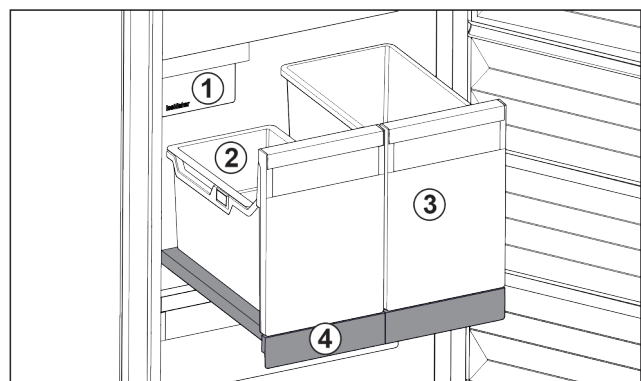

Fig. 103 Изтегляща се дъска с IceTower
Върху изтеглящата се дъска има два високи съда (IceTower). В съда Fig. 103 (2) се събират и съхраняват ледени кубчета от IceMaker. Съдът Fig. 103 (3) е подходящ за съхранение на високи хранителни продукти като пици или алкохолни напитки.